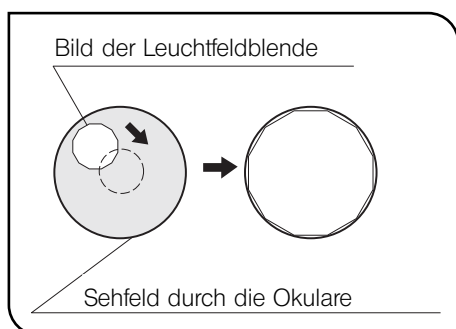

Abb. 16
4. Zum Prüfen der Zentrierung die Leuchtblende öffnen, bis das Blendenbild die Ränder des Sehfeldes berührt. Wenn das Blendenbild die Ränder des Sehfeldes nicht genau berührt, nochmals zentrieren. (Abb. 16)